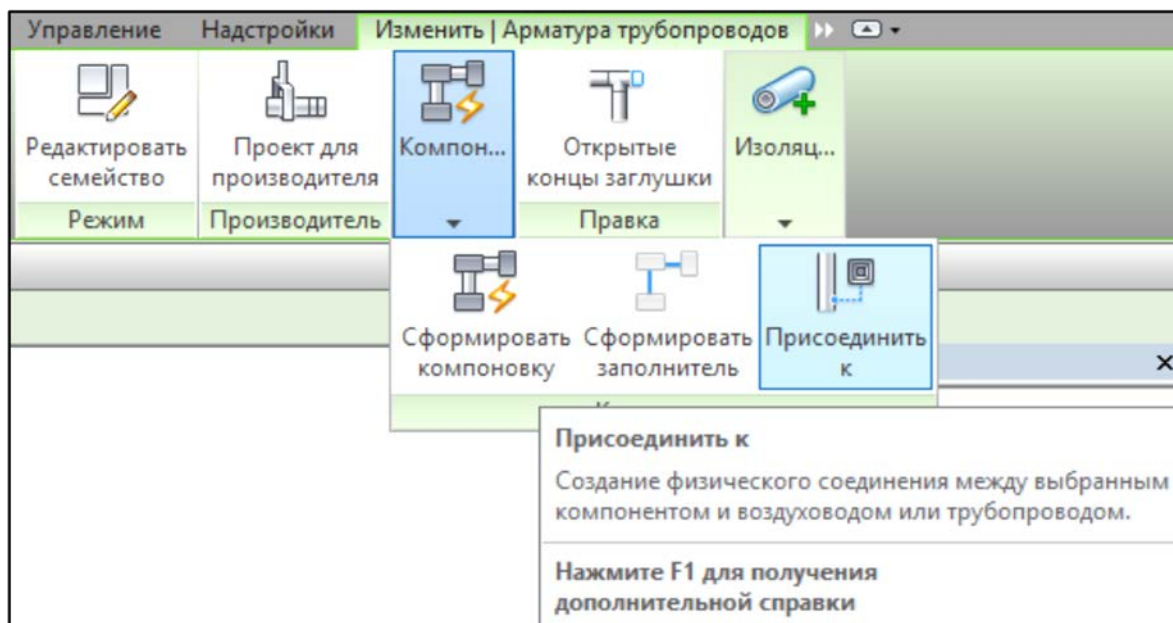

Рисунок 5.20. Инструмент «Присоединить к» для соединения трубопровода и прибора отопления
6. Подключить отопительные приборы к системе подающих и обратных трубопроводов, для чего можно воспользоваться кнопкой «Присоединить к», которая находится в панели инструментов (рисунок 5.20).